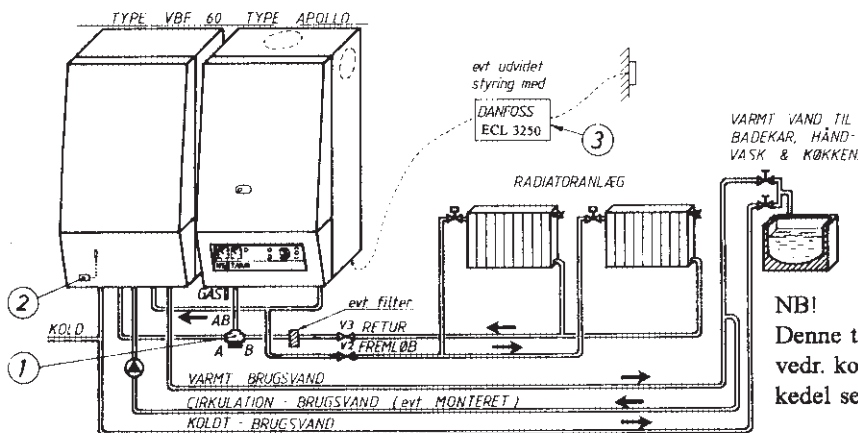

Fig. 8,1
- A. Fig. 8,1 viser den bedste installation af kedel og varmtvandsbeholder med varmtvandsprioritering med varmtvandstermostat og 3-vejs zoneventil.
- D. Der er vist monteret et vejrkompeniseringsanlæg på fig. 8,1. , der giver lavere kedeltemperatur, færre starter og reduktion af gasforbruget. HS-TARM har vejrkompeniseringsanlæg forberedt med ledninger, klar til hurtig og nem montage på Apollo 50 S(E) MK II.